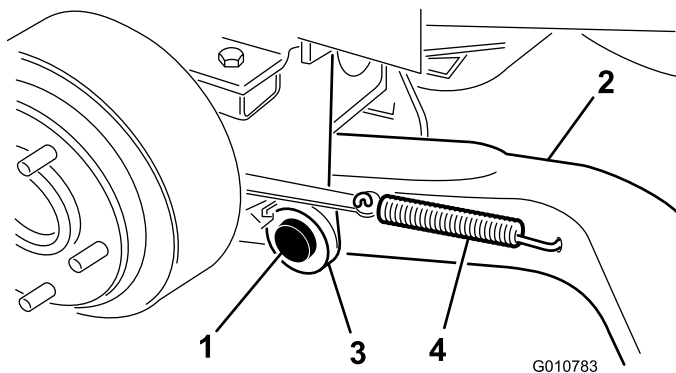

図 4
- ピボットブラケットに、昇降アームを取り付けるボールジョイント側の端部を外側に向けるピボットピンとコッターピン5/32 x 1-3/4 インチを使用する 図 4。
- ブレーキリターンスプリングを昇降アームの穴に通す 図 4。